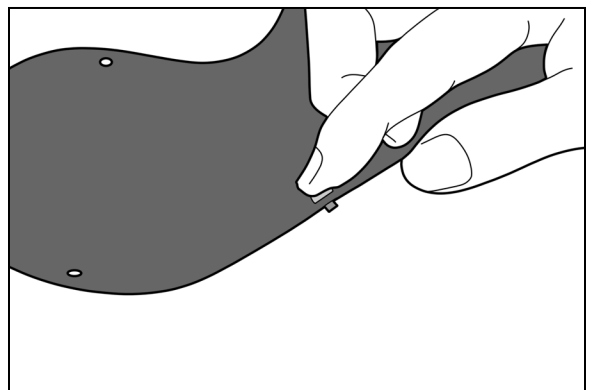

图 3
螺钉头部位于内侧表面, 将 (1) M3 PHS 放入孔中。用您的指尖将螺钉固定到位。(图 3)。